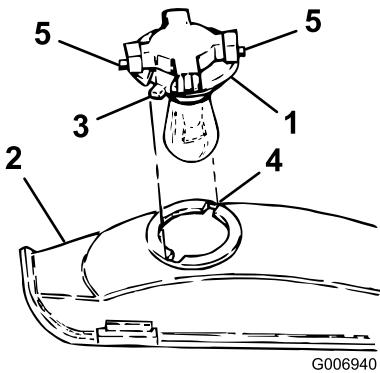

Figura 53
3. Gire el portalámparas 1/4 de giro en sentido contrario a las agujas del reloj y retírelo del reflector (Figura 53).
4. Alinee las pestañas (Figura 53) con las ranuras del reflector, inserte el portalámparas en el reflector y gire 1/4 de vuelta en el sentido de las agujas del reloj hasta que haga tope.